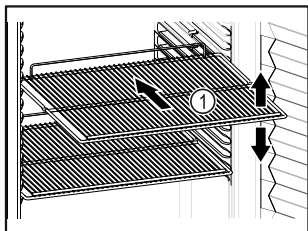

Fig. 60 Représentation à titre d'exemple
- Lorsque les grilles de support Fig. 60 (1) peuvent être déplacées, changez leur position en fonction de la hauteur des aliments.